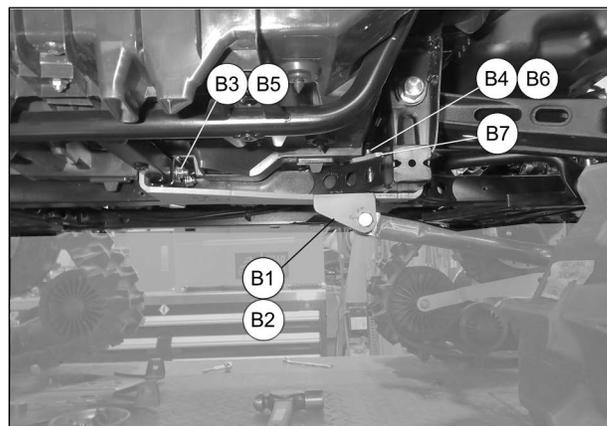

Fig. 14
12. Installation des plaques d'ancrage (B1-B2) sous le véhicule: boulons M8 (B3) & écrous (B5) vers l'avant, plaques supérieures (B7), boulons M10 (B4) & écrous (B6) à l'arrière. Voir la Fig. 14